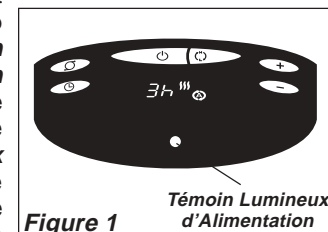

Figure 1 Témoin Lumineux d'Alimentation
- Lorsque la Chauffeurette est branchée initialement, un bip sonore retentira et le **Témoin lumineux d'alimentation** s'illuminera pour indiquer que l'unité est alimentée. Le **Témoin lumineux d'alimentation** restera illuminé jusqu'à ce que la Chauffeurette soit débranchée de la prise de courant. (Figure 1)